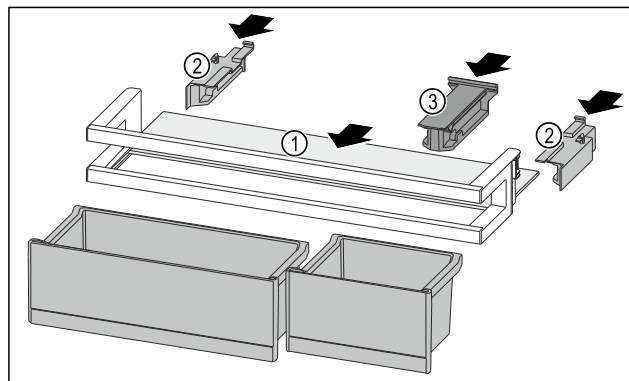

Fig. 122
- Insérer la tablette de rangement Fig. 122 (1) dans les évidements latéraux.
- Installer les parties latérales Fig. 122 (2).
- Installer la pièce de retenue Fig. 122 (3).